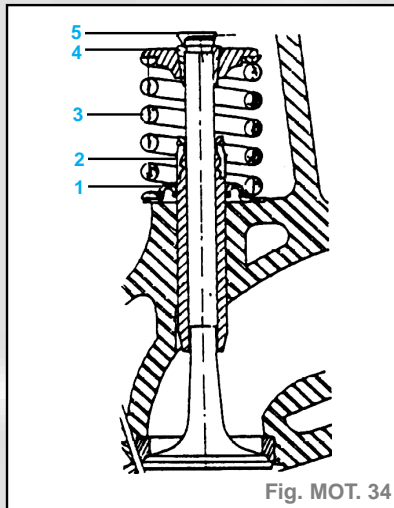

Fig. MOT. 34
- Changer les joints d'étanchéité (2) de queues de soupapes. Pour la repose, s'aider d'une clé tube II (Type Nervus) (fig. MOT. 34).